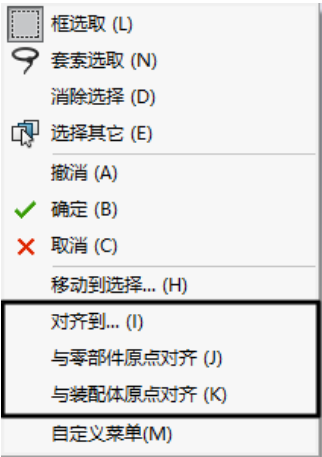

图 6-8 对齐命令对话框
- 右键单击中心球，在弹出的对话框中，如图 6-8 所示，选择“对齐到”或“与零部件原点对齐”等命令。注意，此操作仅是三重轴方位对齐，三重轴中央球形的位置不变。